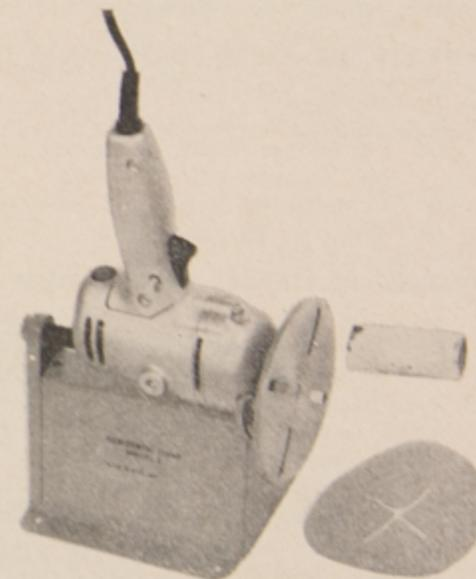

Fig. 4
- 2° Présenter la face découverte du rouleau de colle comme fig. 4 et appuyer fortement en faisant naviguer le rouleau du centre à l'extérieur du disque métallique.